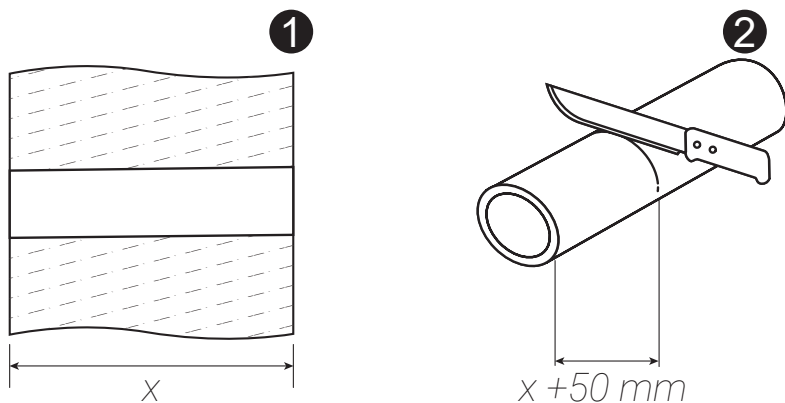

Рисунок 4.4 – Подготовка теплоизоляционной трубы к установке в канал воздуховода
4.2.4. Подготовьте теплоизоляционную трубу с внутренним диаметром 110 мм и толщиной стенки от 9 до 13 мм для канала воздуховода. Труба должна быть выполнена из вспененного полиэтилена марки Тилит Супер или его аналогов. Длина трубы должна быть равна глубине канала воздуховода с запасом не менее 50 мм (рис.4.4, поз1 и 2).